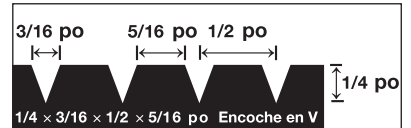

Figure 1
• Truelle à encoches en V de 6 x 13 x 8 mm (1/16 x 1/2 x 3/16 po) (figure 1)